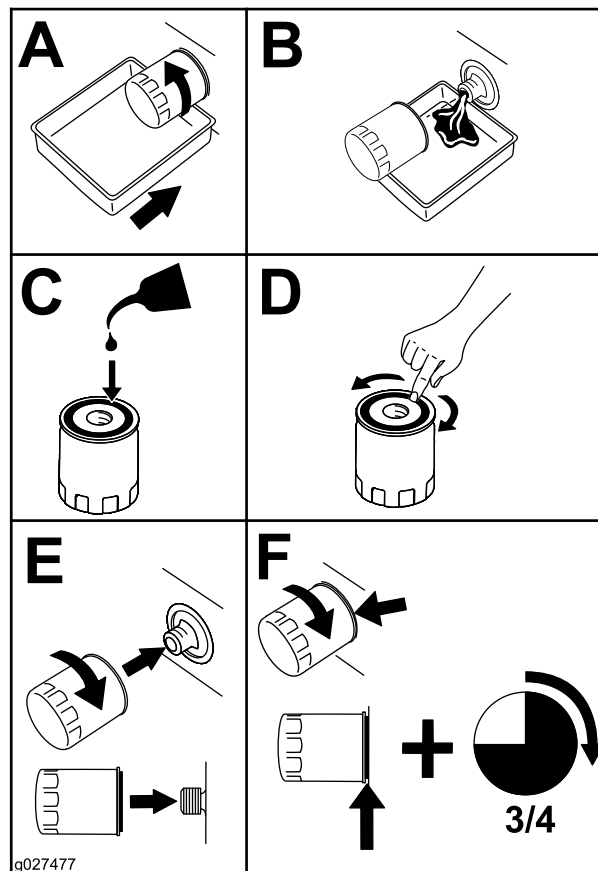

Figura 46
- Substitua o filtro do óleo do motor (Figura 46).